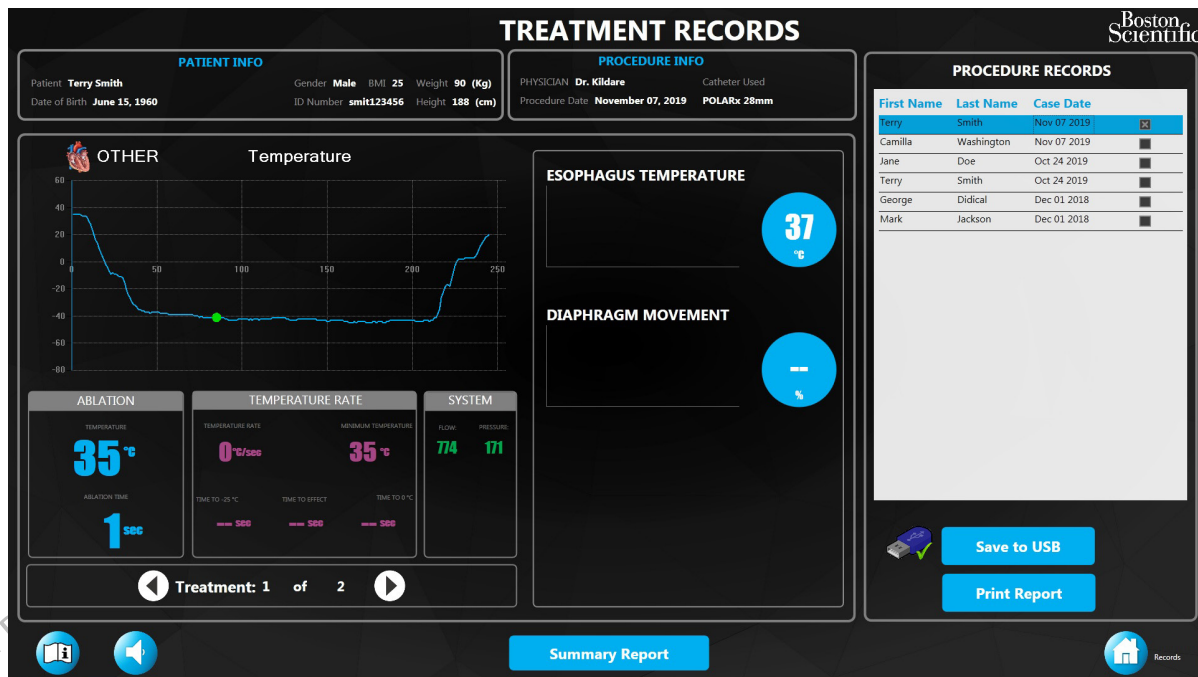

Figura 27. Ecrã de registos de tratamento
Se o nome de utilizador e a palavra-passe introduzidos tiverem os direitos necessários, é apresentado o ecrã Treatment Records (Registos de tratamento) (Figura 27).
6. Se tiver sido realizado mais do que um tratamento durante o caso seleccionado, utilize as setas de **Treatment** (Tratamento) (Figura 27) para apresentar dados dos diferentes tratamentos realizados.